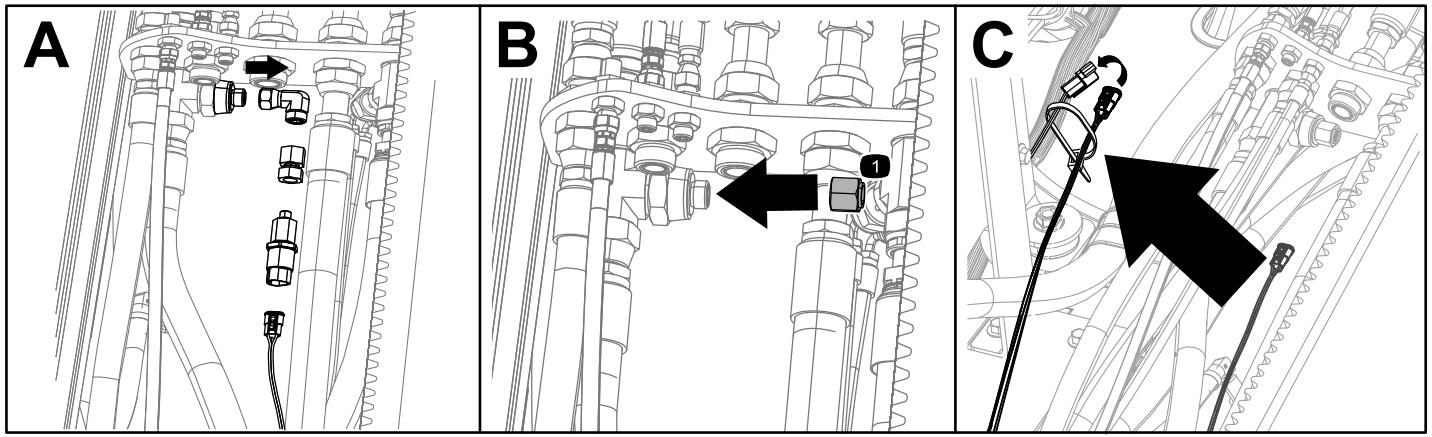

Рисунок 8
- Отсоедините жгут проводов от штуцера датчика (Вид А на Рисунок 8).
- Снимите установленные на машине узел датчика и штуцер (Вид А на Рисунок 8).
- Установите крышку на порт (Вид В на Рисунок 8).
- Проведите жгут проводов поверх рамы и подсоедините его к новому жгуту проводов (Вид С на Рисунок 8).